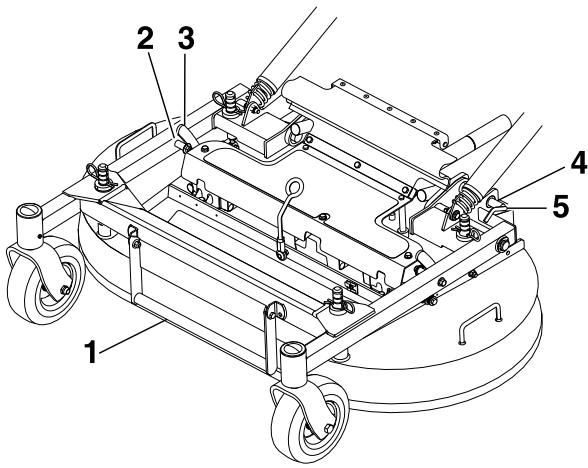

Bild 25
3. Heben Sie das Mähwerk auf einer Seite an, während Sie den Vorderrahmen nach unten halten, so dass die Verriegelung der Stützriegel des Mähwerks in den feststehenden Stift im Vorderrahmen eingreift (Bild 25).